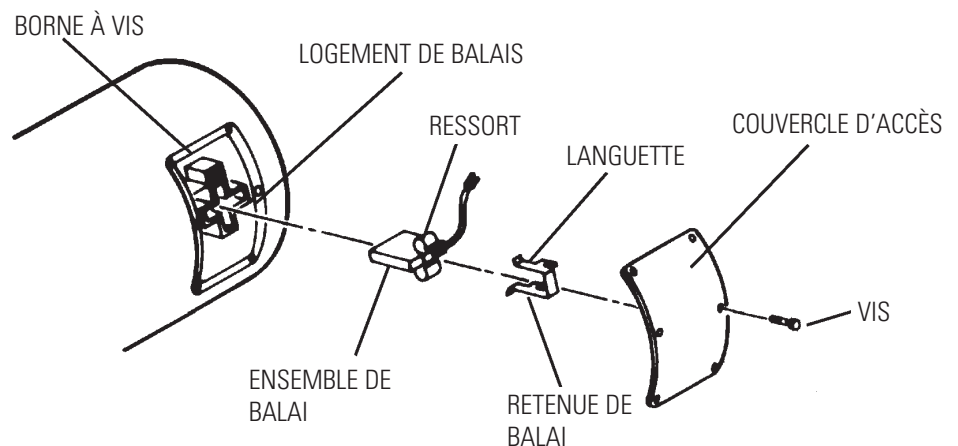

Figure 4-1. Balai de moteur
2. Pour accéder aux balais du moteur, enlevez les six vis fixant le couvercle d'accès et enlevez le couvercle (voir Figure 4-1).